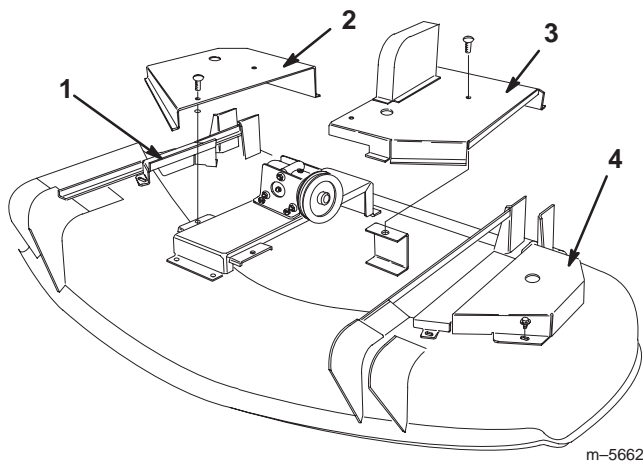

Bild 27
1. Lockern Sie die Befestigungsteile, mit denen die linken und rechten mittleren Schneidwerk-abdeckungen abgesichert werden und entfernen die beiden, mittleren Abdeckungen (Bild 27).
2. Entfernen Sie die Bundschrauben, mit denen die linken und rechten Schneidwerkabdeckungen abgesichert werden und entfernen beide Abdeckungen (Bild 27).
7. Bringen Sie die vier Abdeckungen am Schneidwerk an (Bild 27).